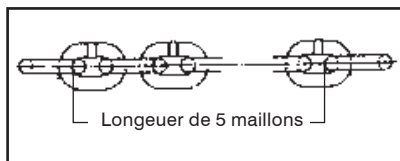

Figure 3
3. Détendez la chaîne et inspectez les points de contact pour déceler toute usure excessive. (Reportez-vous à la figure 3)